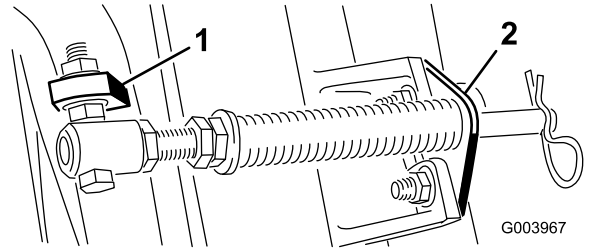

图 5
- D. 使用车身螺栓和螺母将杆支架固定到滚刀组凸耳上图 5。